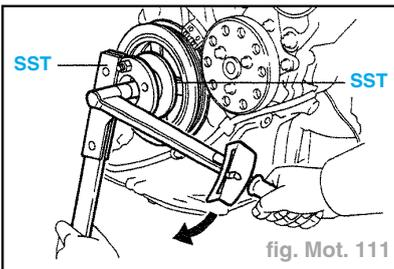

fig. Mot. 111
- A l'aide des SST, mettre le boulon de poulie en place. (SST : **09213-70010**, **09330-00021**). Serrer au couple prescrit de **12,8 daN.m** (fig. Mot. 111).